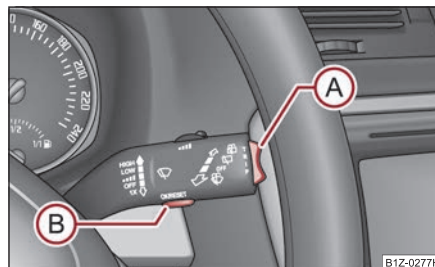
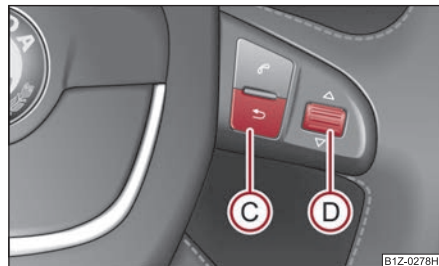

Fig. 22 Indicatorul multifuncțional: Elementele de comandă
Fig. 23 Indicatorul multifuncțional: Acționarea de la tastele de pe volanul multifuncțional
Comutarea între memorii are loc de la tasta **(B)** ⇒ fig. 22 de pe maneta de acționare a ștergătoarelor sau cu ajutorul tastei **(D)** de pe volanul funcțional* ⇒ pagina 23.
Tasta basculantă **(A)** și tasta **(B)** se găsesc în maneta de acționare a ștergătoarelor de parbriz ⇒ fig. 22.
La autovehiculele echipate cu volan multifuncțional*, tastele **(A)** și **(B)** sunt înlocuite de roțița de pe volanul multifuncțional ⇒ fig. 23. ■
Comutarea și resetarea are loc de la roțița **(D)** ⇒ fig. 23.
⇒ pagina 22, fig. 22, resp. a tastei  de pe volanul multifuncțional ⇒ fig. 23, se afișează funcția care a fost afișată ultima dată.
Pe ecran apare durata de deplasare de la ultima ștergere a memoriei. Dacă doriți să cronometrați timpul de deplasare de la un anumit moment înainte, trebuie să resetați memoria pe zero în acel moment, apăsând tasta  de pe maneta ștergătoarelor ⇒ pagina 22, fig. 22 sau a roțiței  de pe volanul multifuncțional* ⇒ pagina 23, fig. 23 mai mult de 1 secundă.
Dacă doriți să măsurați consumul de carburant mediu pentru o anumită perioadă de timp, la începutul măsurării trebuie să resetați memoria pe zero, de la tasta  de pe maneta ștergătoarelor ⇒ pagina 22, fig. 22 sau de la roțița  de pe volanul multifuncțional* ⇒ pagina 23, fig. 23. După ștergere, în primii 100 metri, pe display se vor afișa linii.
Pe display apare distanța parcursă de la ultima ștergere a memoriei ⇒ pagina 22. Dacă doriți să calculați distanța parcursă dintr-un anumit moment înainte, trebuie să resetați memoria pe zero în acel moment, apăsând tasta  de pe maneta ștergătoarelor ⇒ pagina 22, fig. 22 sau a roțiței  de pe volanul multifuncțional* ⇒ pagina 23, fig. 23.
Pe display apare viteza medie în km/h de la ultima ștergere a memoriei ⇒ pagina 22. Dacă doriți să calculați viteza medie pentru o anumită perioadă de timp, la începutul măsurării trebuie să resetați memoria pe zero, de la tasta (B) de pe maneta ștergătoarelor ⇒ pagina 22, fig. 22 sau de la roțița (D) de pe volanul multifuncțional* ⇒ pagina 23, fig. 23.
- Apăsați tasta (B) de pe maneta ștergătoarelor ⇒ fig. 26 sau roțița (D) de pe volanul multifuncțional* ⇒ pagina 23, fig. 23. Pe display-ul informativ* se afișează **Speed warning 50 km/h (Avertizare la 50 km/h)** ⇒ fig. 25.
Viteza dorită poate fi reglată și în pași de câte 5 km/h, prin apăsarea tastei (A) de pe maneta ștergătoarelor ⇒ fig. 26 sau prin rotirea rozetei (D) de pe volanul multifuncțional* ⇒ pagina 23, fig. 23. Confirmați viteza reglată apăsând tasta (B) de pe maneta ștergătoarelor ⇒ fig. 26 sau roțița (D) de pe volanul multifuncțional* ⇒ pagina 23, fig. 23.
Dacă veți depăși această limită de viteză, pe display se va afișa **Speed 50 km/h exceeded (Depășire viteză 50 km/h)**. Acest anunț rămâne afișat până când reduceți viteza sub limita setată, sau până când dezactivați anunțul apăsând tasta (B) de pe maneta ștergătoarelor ⇒ fig. 26 sau roțița (D) de pe volanul multifuncțional* ⇒ pagina 23, fig. 23.